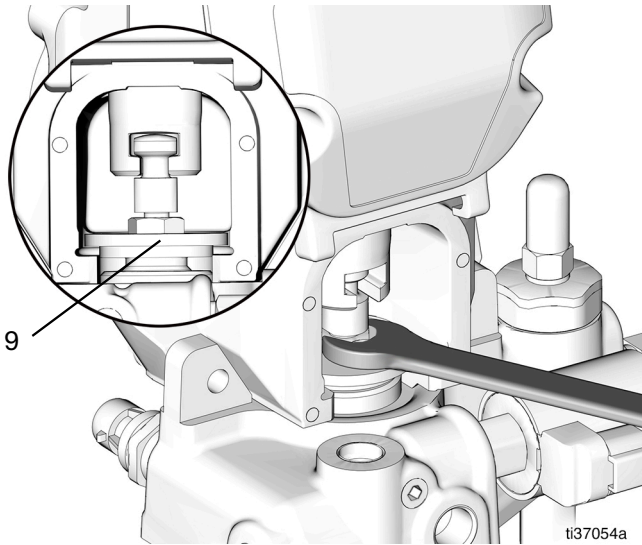

Рис. 69
29. Для фиксации затяните стопорную гайку (9) с помощью гаечного ключа (момент затяжки: 40,1 Н•м, 30 фунт-футов) (Рис. 69).